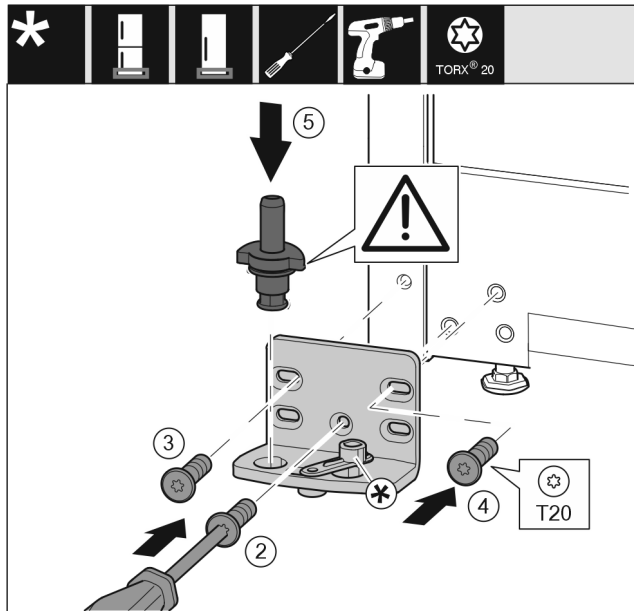

Fig. 22 *
- ▶ Helyezze fel a csapágybakot a másik oldalra, és csavarozza fel csavarhúzóval. Kezdje alul, a középső csavarral Fig. 22 (2).*
- ▶ Húzza meg a csavart Fig. 22 (3) és a csavart Fig. 22 (4).*
- ▶ Helyezze be teljesen a csapszeget Fig. 22 (5).